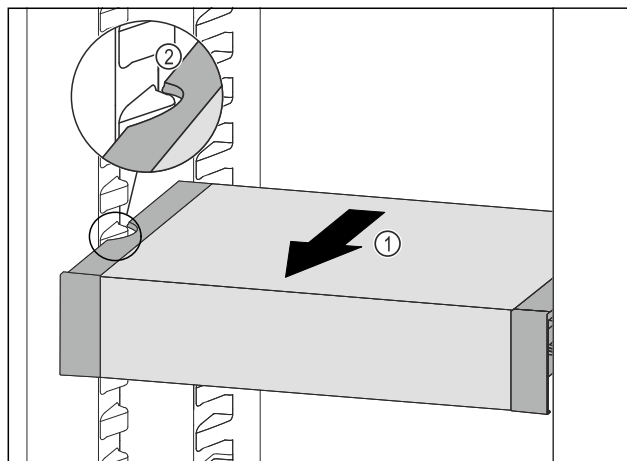

Fig. 138
- Ladicu VarioSafe vucite prema naprijed Fig. 138 (1) sve dok se bočni otvori ladice VarioSafe ne nađu na visini žlijeba spremnika u hladnjaku. Fig. 138 (2)